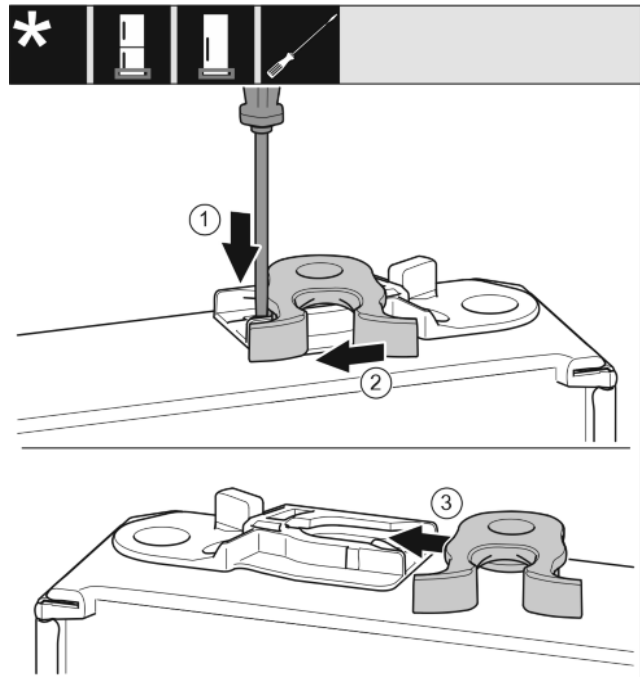

Fig. 22
- ▶ Lasche mit Schlitzschraubendreher nach unten drücken. Fig. 22 (1)
- ▶ Schließhaken aus Führung ziehen. Fig. 22 (2)
- ▶ Schließhaken auf anderer Seite in Führung schieben. Fig. 22 (3)